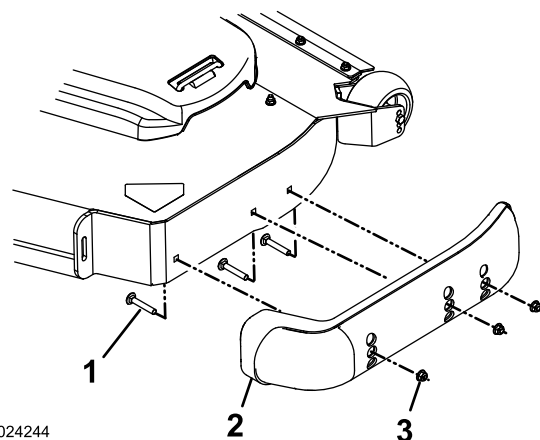

Figura 35
- Retire los pernos de cuello cuadrado y las tuercas de cada patín (Figura 35).